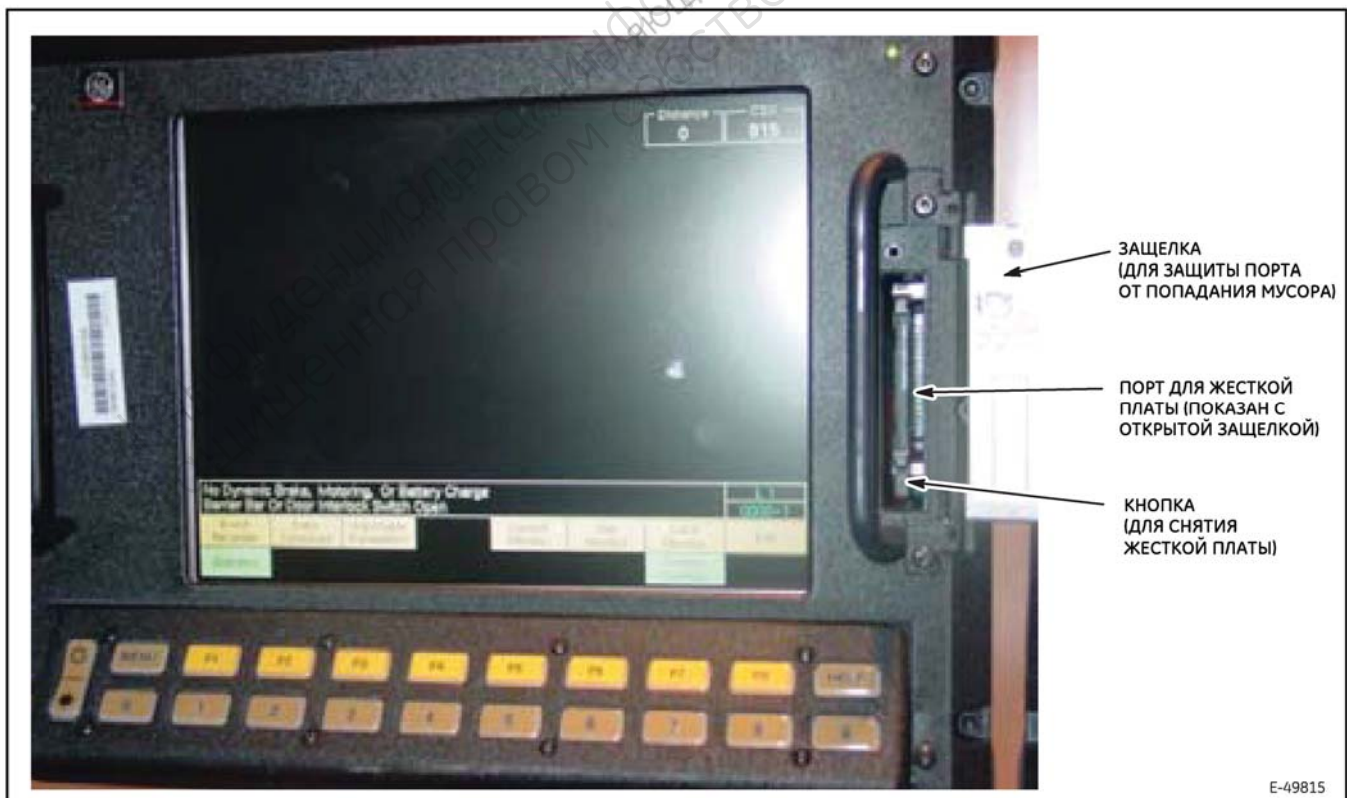

Рисунок 1. SDIS, оснащенный портом для карты памяти.
1. Установите карту памяти в порт, расположенный справа от экрана SDIS (Рис. 1).
7. Извлечь накопитель из порта можно только по окончании процесса выгрузки. Чтобы извлечь из порта карту памяти, нажмите небольшую кнопку, расположенную сразу под гнездом с правой стороны SDIS (Рис. 1), и потяните карту на себя.
- а. Карта памяти устанавливается в порт справа от экрана SDIS (Рис. 1), используемого для выгрузки данных.
- а. Чтобы извлечь из порта карту памяти, нажмите небольшую кнопку, расположенную сразу под гнездом с правой стороны SDIS (Рис. 1), и потяните карту на себя.